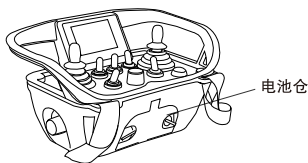

图3
- 1、将电量饱满的4只AA型(5号)电池依次正确方向装入发射器电池仓内,并盖上后盖锁紧螺母(见图3);